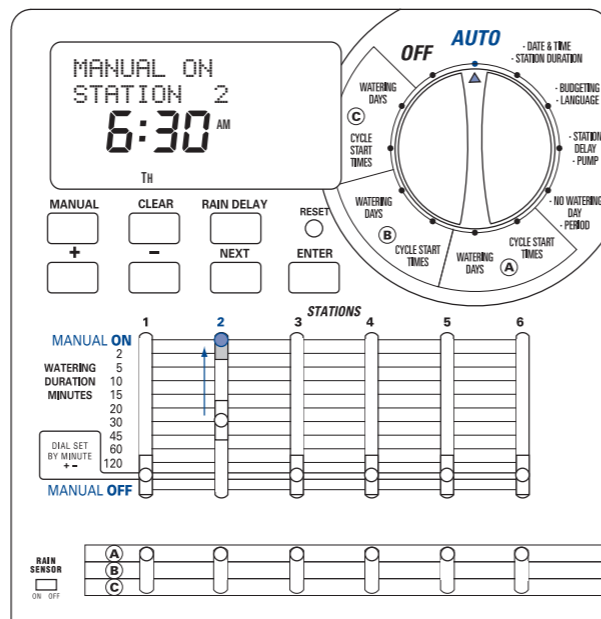

Abbildung 15: Manuelle Bewässerung einer Station
2. Um die Station zu aktivieren, Schieberegler „Watering Duration Slide Switches“ Bewässerungsdauer der Station in die Position **MANUAL ON** (Manuell ein) schieben (ganz nach oben). In der Anzeige wird „MANUAL ON“ (Manuell ein) angezeigt und die Stationsnummer aktiviert. [Siehe Abbildung 15]